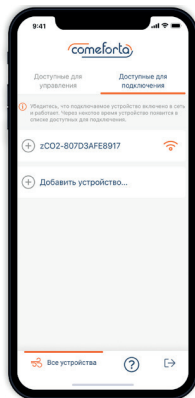

Рисунок 15 – Страница списка устройств доступных для подключения
- на следующем экране появляется возможность подключить установку к домашней сети Wi-Fi (настоятельно рекомендуется выбрать данный тип подключения) или кликнуть на ID устройства для управления напрямую (рисунок 15).